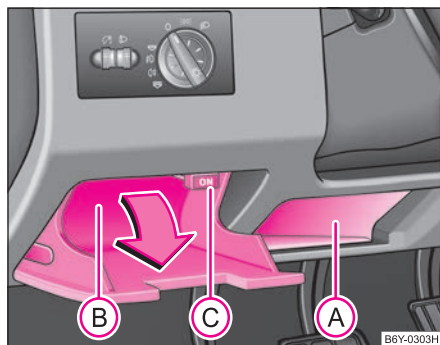

Fig. 77 Tabloul de bord: Compartimente de depozitare de pe partea conducătorului
Compartimentul (B) se deschide prin deschiderea capacului în sensul săgeții ⇒ fig. 77.